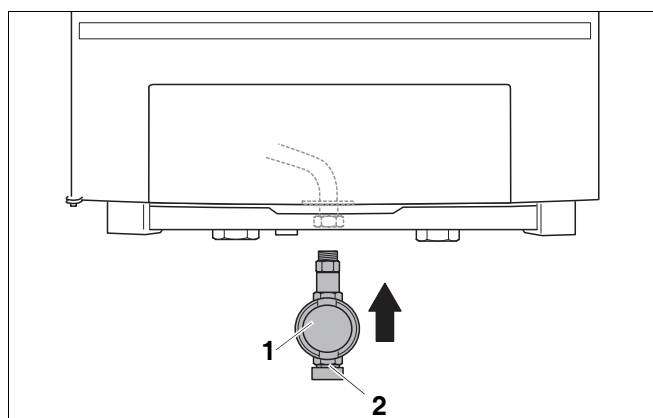

Bild 4 Upprätta gasanslutning
- Installera gaskranen (bild 4, pos. 1) i gastilledningen (GAS).
- Anslut gasledningen till gasanslutningen (bild 4, pos. 2) i spänningsfritt tillstånd.